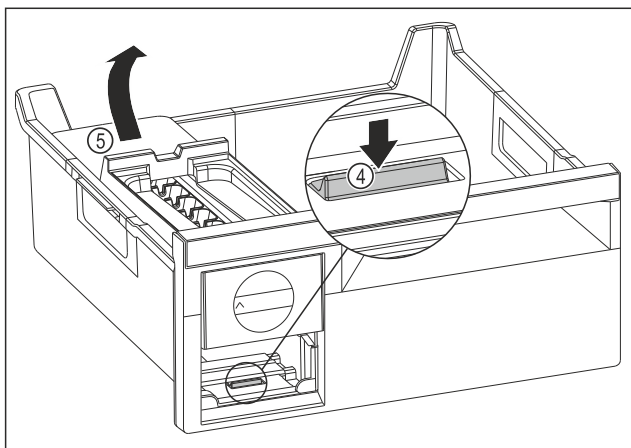

Fig. 145
- ▶ Vyjmutí korpusu EasyTwist-Ice: Lamelu Fig. 145 (4) zatlačte prstem směrem dolů a zároveň nadzvedněte druhou rukou korpus EasyTwist-Ice Fig. 145 (5) zezadu.